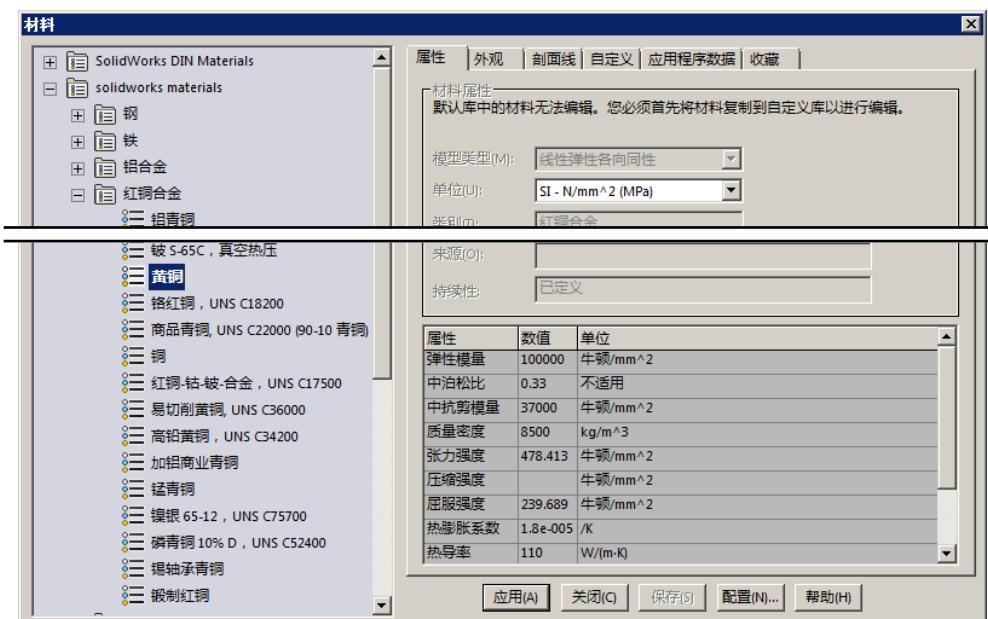

图 5.4.2 “材料”对话框 (二)
- (1) 选择下拉菜单 **编辑(E)** → **外观(A)** → **材质(M)...** 命令，系统弹出“材料”对话框。
- (2) 在该对话框的列表中选择 **红铜合金** 中的 **黄铜** 选项，此时在该对话框中显示所选材料的属性，如图 5.4.2 所示。